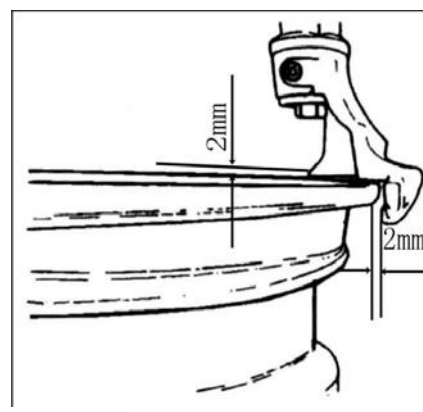

図 20
ロックハンドルプレスボタン(図 2-2)を押して、水平アームと六角シャフトのロック解除をすると、六角シャフトが自動的に上に移動します。四角形の水平アームは自動的に少し後方に戻り、ツールヘッドがリムの縁から離れリムの損傷を防ぎます。(図 20)
4.2.2 潤滑液または石鹼水をビード周辺に塗り拡げます。タイヤをホイール側に傾け、タイヤ前方を上を保ちます。コラムチルトペダル(図 2-10)を踏み込み、柱を元の位置に戻します。ツールヘッドをしっかりとホイールに接触させます。(図 20)。ツールヘッド後端部上にビード左側を配置し、ビード右側をツールヘッドのこぶ状の部分の下に配置します。図 24 を参照してください。